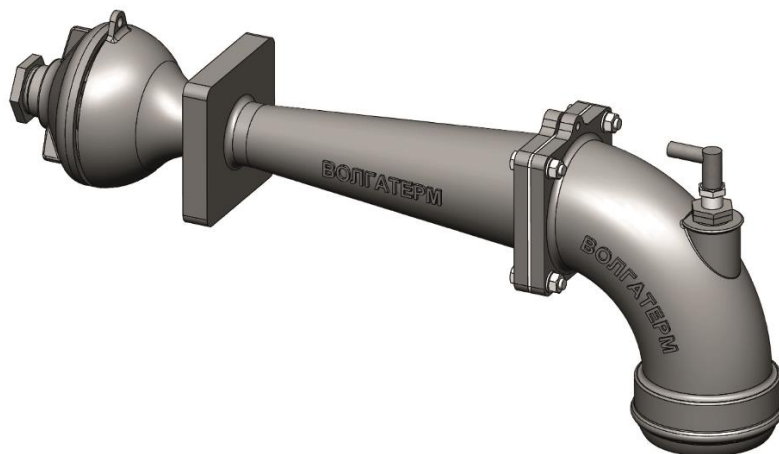

Рисунок 1 – Внешний вид горелки СПЛАВ
1.1.1 Инжекционные газовые горелки высокого давления СПЛАВ (рис. 1) используют кинетическую энергию газа для подсоса атмосферного воздуха на горение. Требуемое соотношение “газ-воздух” достигается путем вращения воздушной регулировочной шайбы. Входное давление газа от 350 мбар до 2 бар.